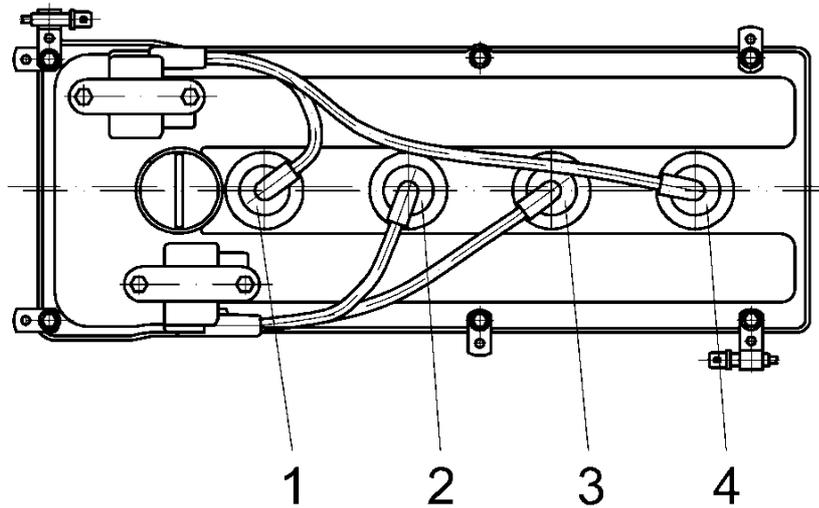

Abb. 48. Die Reihenfolge der Installation von Hochspannungskabeln:
**Die Hochspannungsleitungen der Zündkerzen des zweiten und dritten Zylinders sind mit der linken Zündspule (in Fahrtrichtung des Fahrzeugs) verbunden. Die Hochspannungsleitungen von den Zündkerzen des ersten und vierten Zylinders werden an die rechte Zündspule (in Fahrtrichtung) angeschlossen (Abb. 48).**